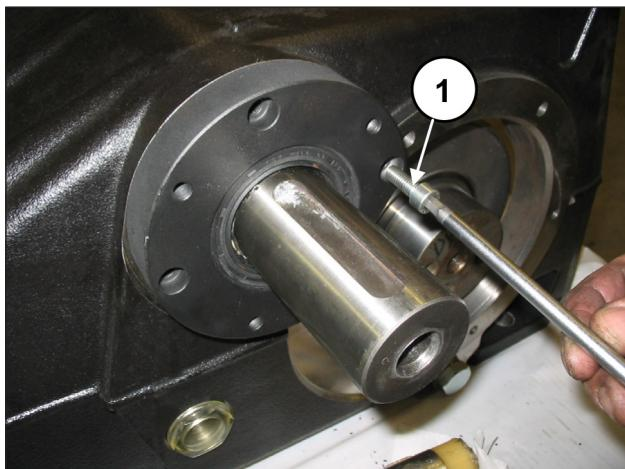

Fig. 68
Instale uma primeira tampa do rolamento da tomada de força (direita ou esquerda) completa com junta de óleo no cárter da bomba usando a ferramenta cód. 27539500 (pos. ①, Fig. 67) e prenda-a com 4 parafusos M8x30 (pos. ①, Fig. 68).
Monte a tampa do do rolamento PTO em falta no cárter da bomba (pos. ①, Fig. 67) e prenda-a com 4 parafusos M8x30 (pos. ①, Fig. 68).